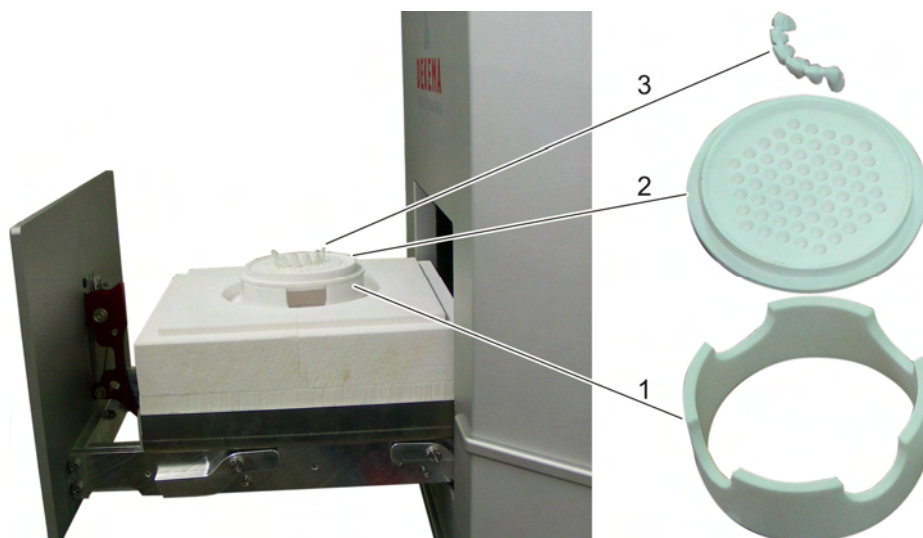

Fig. 6-1 Poser la table d'isolement. Chronologie :
- Assurez-vous que la table d'isolement soit correctement posée sur le plateau du lift. Entretoises sur le plateau du lift, support pour les objets à cuire sur les entretoises (voir Fig. 6-1). Si cela n'est pas le cas : veuillez débrancher le four de cuisson et mettez la table d'isolement en place. Après cela mettez le four de cuisson à nouveau en marche.
- Posez l'objet de cuisson sur le support du matériau de cuisson, et placez le support du matériau de cuisson au juste milieu de la table d'isolement. Voir également Fig. 6-1.